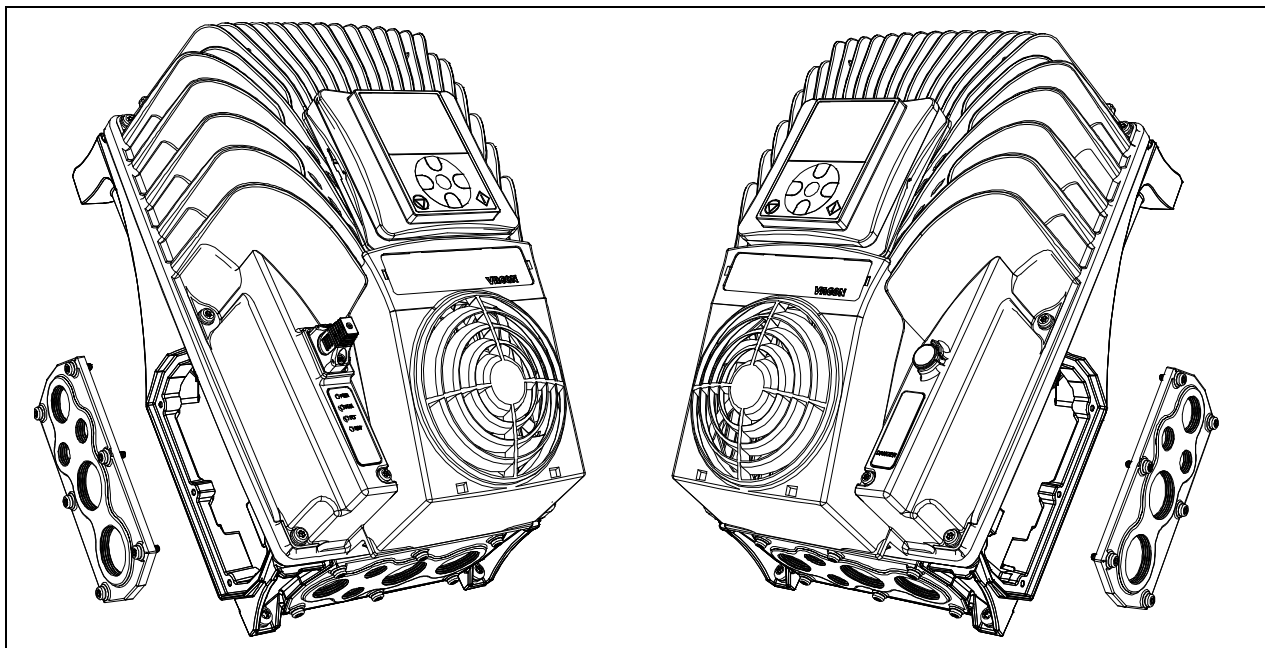

Figura 46. Rimozione della placca d'ingresso cavi su inverter taglia MM5.
- Rimuovere la placca di ingresso cavi dall'inverter dal lato sinistro se l'interruttore deve essere montato da quel lato. Altrimenti rimuovere la placca di ingresso cavi dal lato destro. Si veda la Figura 46.